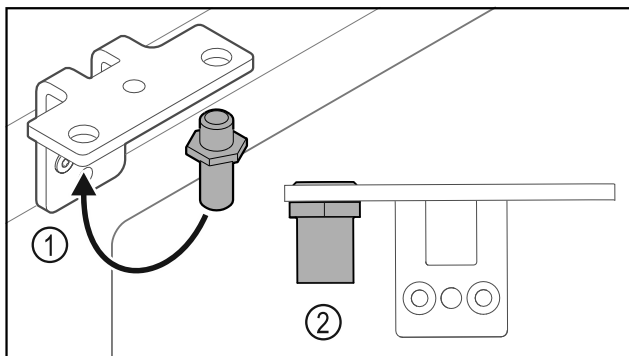

Fig. 28
- ▶ Переставьте палец Fig. 28 (1) в шарнирном уголке.
- ▶ Затяните палец Fig. 28 (2) с моментом 12 Нм.